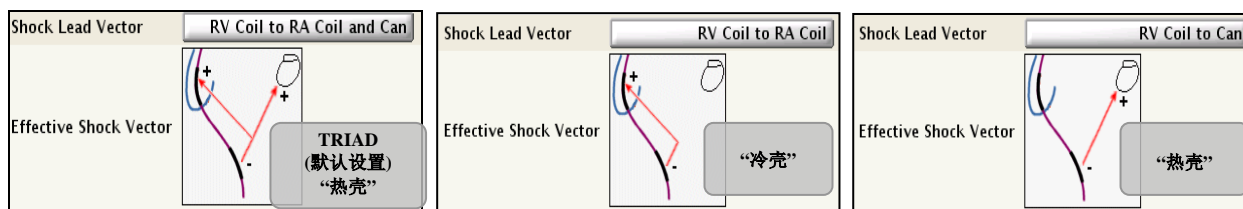

图 1. COGNIS 和 TELIGEN 装置的可程控除颤向量配置
- 选择不同的除颤向量, 再进行测试以估阻抗数值, COGNIS 和 TELIGEN 装置拥有三种可控除颤向量 (图 1)。